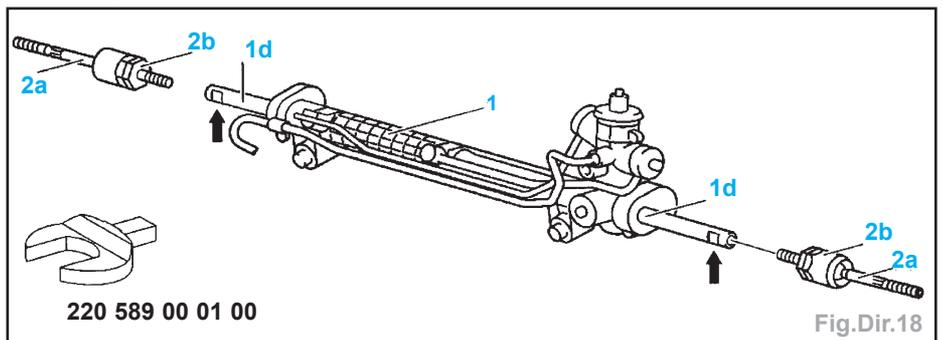

Fig.Dir.18
- Outil nécessaire (Fig.Dir.18) :
- Dévisser la biellette (2b) de la crémaillère (Fig.Dir.18).